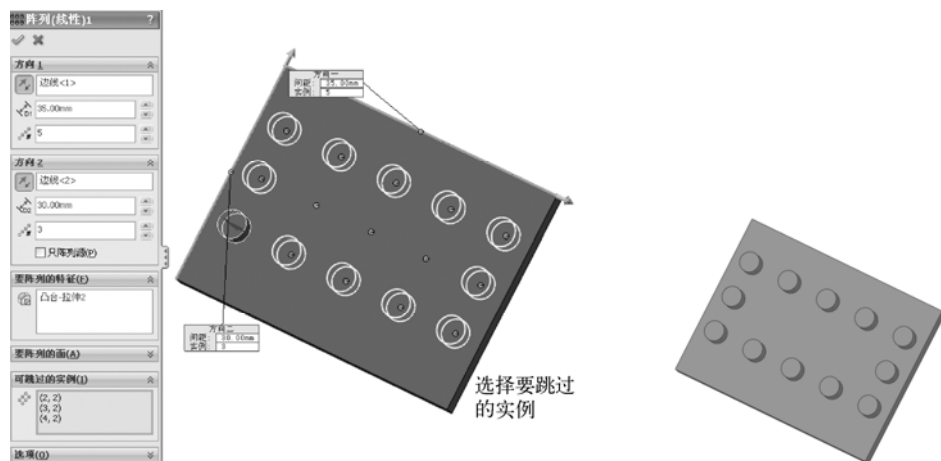

图 7-5 阵列时应用可跳过实例
(9) 在阵列中如果要跳过某个阵列子样本特征，则在“可跳过的实例”选项组中单击  (要跳过的实例) 图标右侧的列表框，并在图形区中选择想要跳过的某个阵列特征，这些特征将显示在该列表框中。如图 7-5 所示显示了可跳过的实例效果。
(10) 线性阵列属性设置完毕，单击  (确定) 按钮，生成线性阵列。